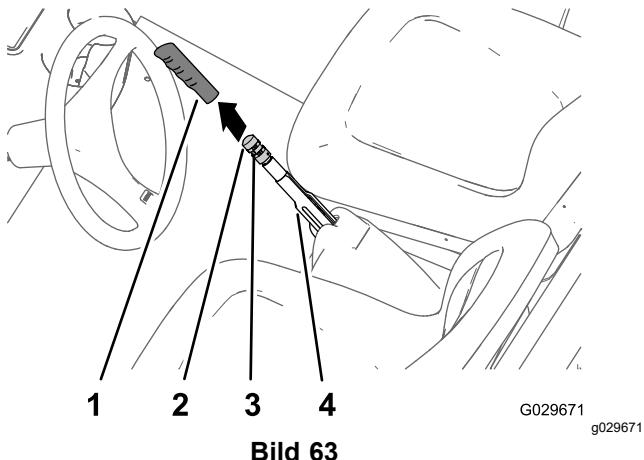

Bild 63
1. Nehmen Sie den Griff vom Feststellbremshebel ab (Bild 63).
2. Lösen Sie die Stellschraube, mit der das Feststellbremshandrad am Feststellbremshebel befestigt ist (Bild 63).
3. Drehen Sie das Einstellhandrad für die Bremse, bis eine Kraft von 133 bis 156 N erforderlich ist, um den Feststellbremshebel zu betätigen (Bild 63).
4. Ziehen Sie die Stellschraube fest und befestigen den Handgriff (Bild 63).
2. Lösen Sie die Stellschraube (Bild 63), mit der das Bremseinstellhandrad am Feststellbremshebel befestigt ist, lösen Sie die Feststellbremse und das Bremseinstellhandrad.
5. Drehen Sie das Einstellhandrad für die Bremse (Bild 63), bis eine Kraft von 133 bis 156 N erforderlich ist, um den Feststellbremshebel zu aktivieren.
- C. Drehen Sie das Einstellhandrad für die Bremse (Bild 63), bis eine Kraft von 133 bis 156 N erforderlich ist, um den Feststellbremshebel zu aktivieren.
- Ziehen Sie die Stellschraube fest und befestigen den Handgriff (Bild 63).